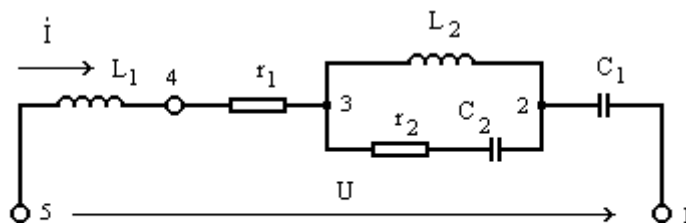

Рис.6.3
3. Задача типа С. Для схемы двухполюсника рис. 6.3 заданы параметры: $L_1 = 5$ мГн; $r_1 = 150$ Ом; $C_1' = 0,667$ мкФ; $L_2 = 10$ мГн; $r_1 = 100$ Ом; $C_2 = 1$ мкФ; напряжение на входе $u = 10 \cdot \sqrt{2} \cdot \sin(10^4 \cdot t)$ В. Найти напряжение $u_{C_2}(t)$ на конденсаторе C_2 , построить топографическую диаграмму, приняв равным нулю потенциал точки 1.